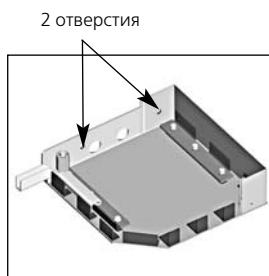

Рис. 2.11.
- при накладном монтаже - по два отверстия в задних отбортовках крышек (рис.2.11);